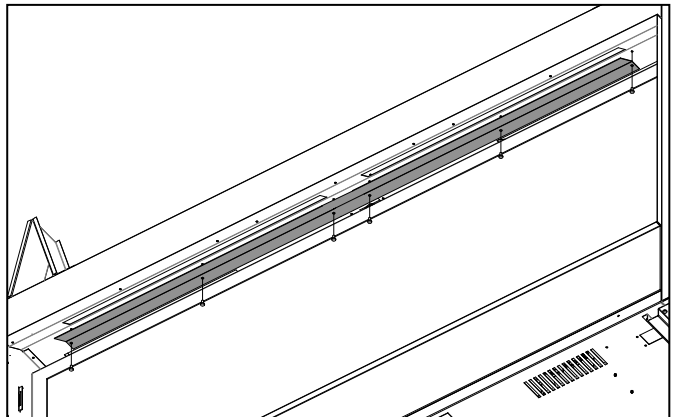

Figure 35: Suppression de la couverture CSS
5. Faites pivoter les plaques de charnière vers le haut afin que les trous pré-perçés s'alignent là où les vis de l'étape précédente ont été retirées. Remettez les vis pour maintenir les plaques en place (voir Figure 35).